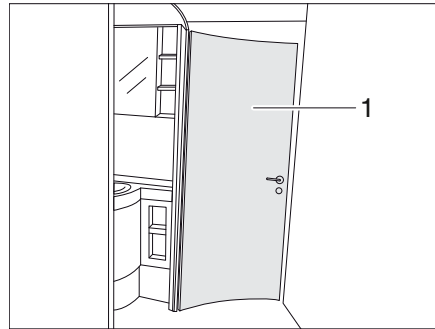

Bild 203 Raumbad
Die Tür des Toilettenbereichs (Bild 203,1) lässt sich je nach Ausstattung in 1-3 verschiedenen Öffnungsweiten zu einem Raumbad arretieren. Je nach gewählter Öffnungsweite werden verschiedene Raumteile miteinander verbunden.
- ▷ Die Tür des Toilettenbereichs (Bild 203,1) darf während der Fahrt nicht als Raumtrenner verwendet werden.